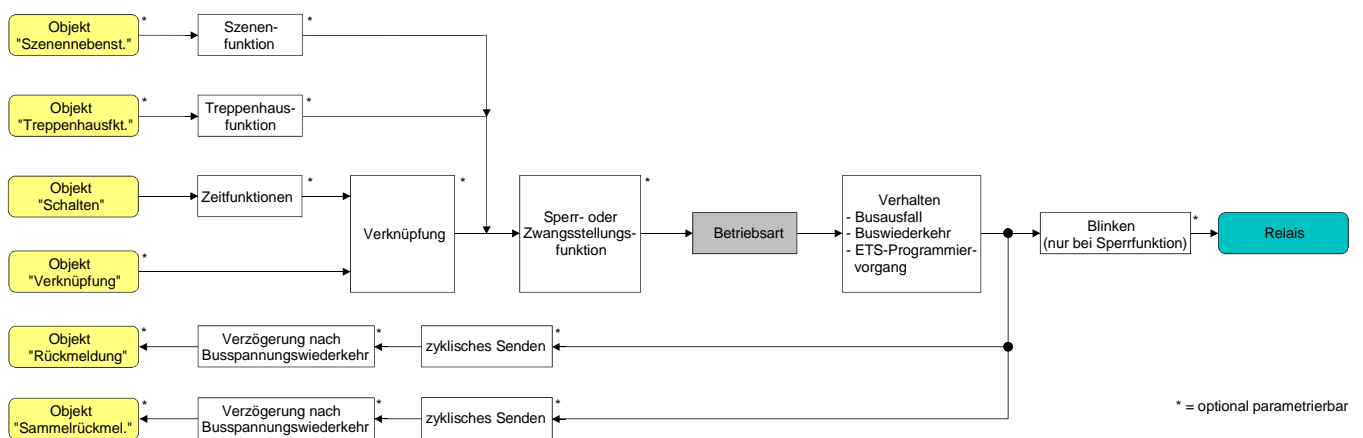

Bild 12: Funktionsschaltbild "Betriebsart"
- ❗ Der logische Schaltzustand ("ein - 1" oder "aus - 0") wird durch das Kommunikationsobjekt "Schalten" eingestellt und durch die Funktionen beeinflusst, die optional aktiviert werden können (z. B. Zeit-/Treppenhausfunktionen, Verknüpfungen, Sperr-/Zwangsfunktionen, Szenen – siehe Bild 12).